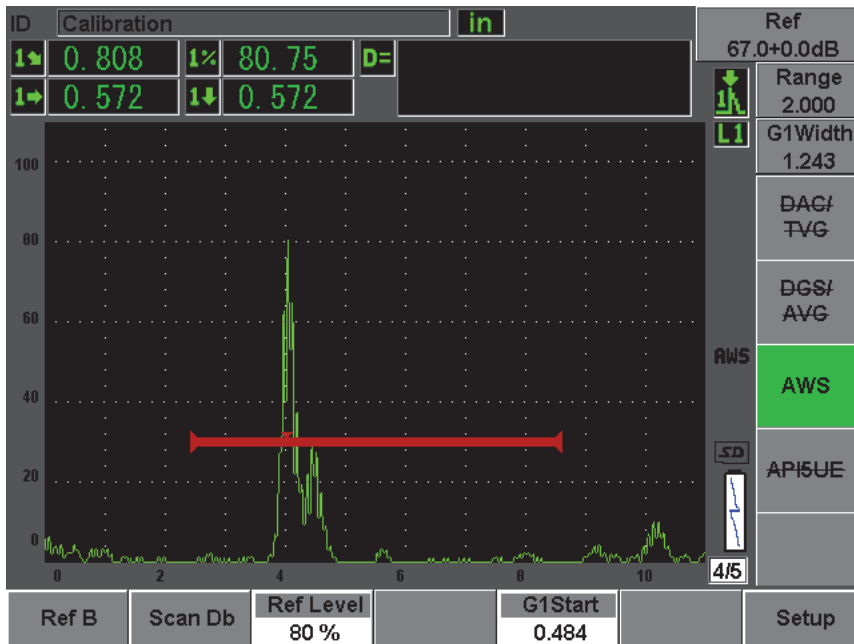

Abbildung 12-19 Wert Reference B vor dem Speichern
3. Mit **AWS > Ref B** das Reflektorecho in der Blende als Wert **Ref B** speichern und mit **YES** (Ja) bestätigen (siehe Abbildung 12-19 auf Seite 253).